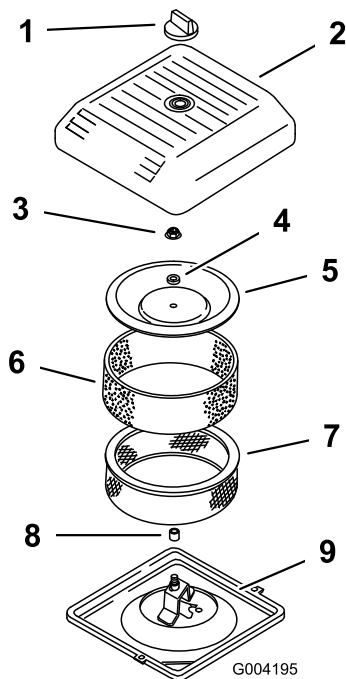

図 158
1. ペーパーエレメントにスポンジエレメントを注意深く取りつける(図 158)。